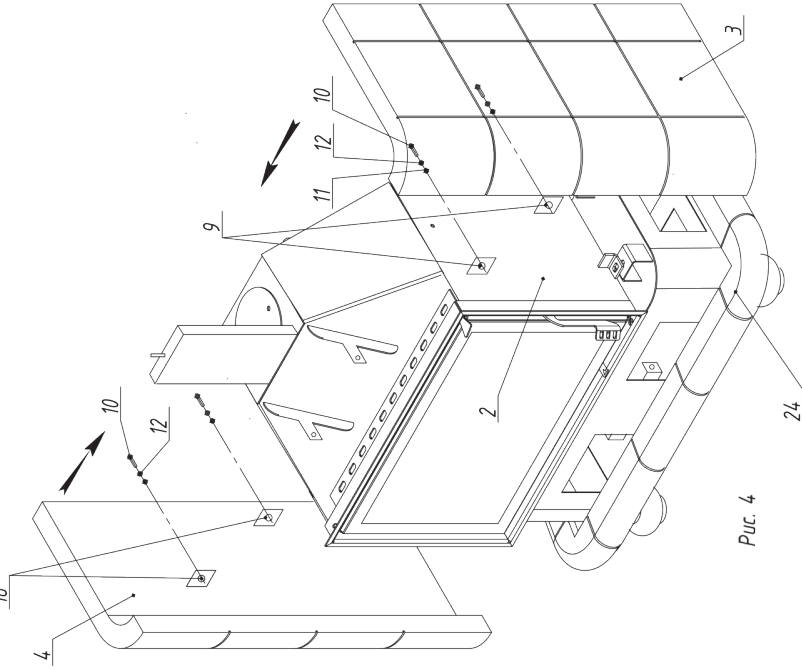

Рис. 4
5. Боковые панели 3,4 устанавливаются на нижнюю панель 24 и крепятся к топке 2 кронштейнами 18 на боковых панелях и кронштейнами 9 на топке. Фиксируются винтами 10, гайками 11, шайбами 12 (Рис. 4)